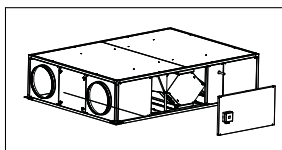

Fig. 5
7. Volver a colocar el by-pass en su alojamiento (fig.5), cerrar el panel y poner en marcha la unidad.